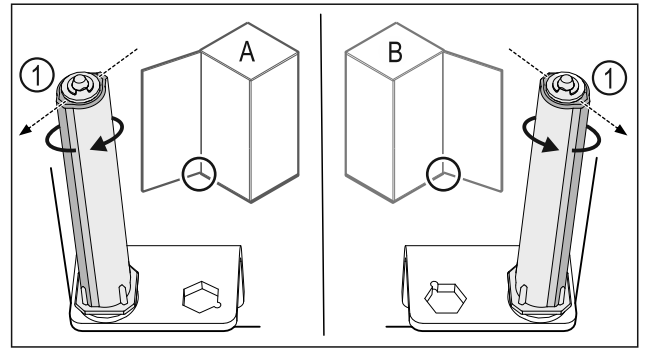

Fig. 28 Linksanschlag (A) / Rechtsanschlag (B)
- ▶ Schließsystem gegen den Widerstand drehen, bis der Steg des Schließsystems Fig. 28 (1) nach außen zeigt.